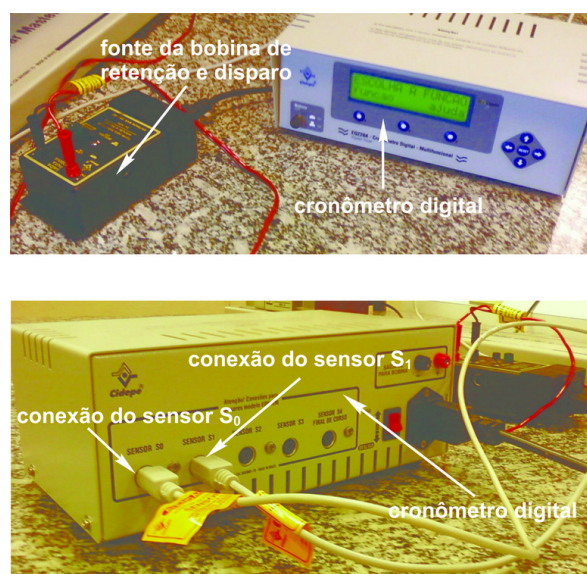

Fig. 3: Conexões e detalhes do cronômetro digital de interface.
O "*cronômetro digital de interface*", mostrado em detalhes na fotografia da Fig.3 (a) e (b), tem a função de medir intervalos de tempo de passagem consecutivas de um móvel entre diferentes pontos de referência no espaço, como por exemplo pontos de referência sobre o trilho de ar. Pode ainda ser programado para análise de diversos tipos de movimentos mecânicos tais como movimentos retilíneos, movimentos curvilíneos, movimentos oscilatórios e colisões. A partir dessas programações, o cronômetro digital de interface pode registrar diretamente valores de grandezas físicas como velocidades médias, velocidades instantâneas, frequências e períodos. Os pontos de referência no espaço podem ser previamente demarcados por meio de até 5 sensores fotoelétricos, conectados ao cronômetro digital de interface. O "*sensor fotoelétrico*" é um dispositivo que possui um diodo emissor de luz vermelha e um sensor apropriado para essa emissão eletromagnética. Esse dispositivo é dotado de um circuito eletrônico que é alimentado e controlado pelo cronômetro digital de interface. O cronômetro digital de interface é capaz de registrar até 10 intervalos de tempo de passagem para cada deslocamento linear de um objeto em movimento.
2. Neste experimento, dois sensores S_0 e S_1 serão mantidos em duas posições diferentes no trilho de ar. A Fig.3 (b) mostra que o sensor S_0 deve ser conectado na entrada S_0 e o sensor S_1 deve ser conectado na entrada S_1 do cronômetro digital de interface. Após fazer essas conexões, ligue o cronômetro digital de interface e observe que, para cada sensor fotoelétrico, os feixes luminosos de cor vermelha incidem sobre fotodetectores localizados em pequenos furos da estrutura metálica do dispositivo.